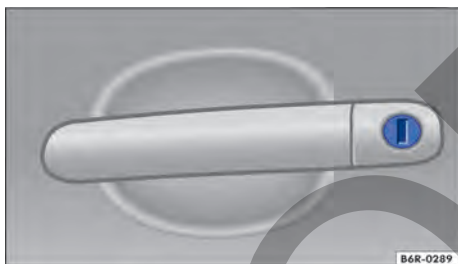

Fig. 50 Manilla de la puerta del conductor con bombín de cierre.
- Introducir la varilla de la llave en el bombín de cierre y destrabar o trabar el vehículo → fig. 50. <